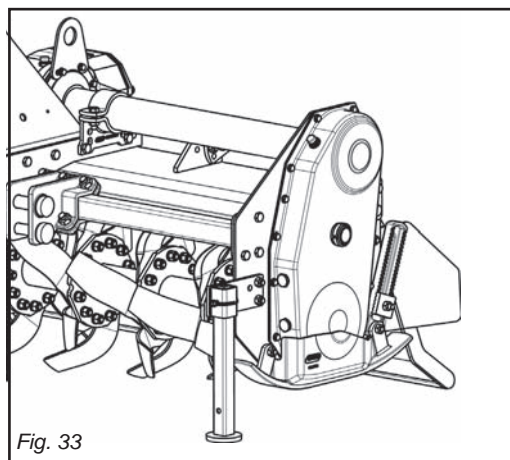

Fig. 33
- 1) *Den Stellfuß wie in der Abbildung 33 gezeigt anordnen.*